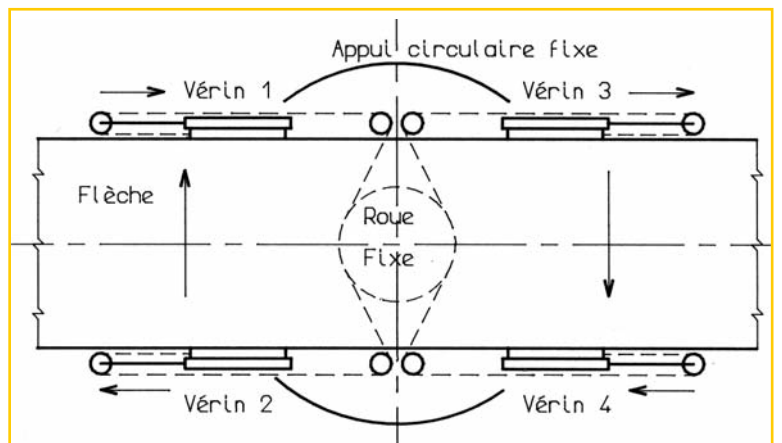

Figure 15
- On oriente la grue de l'angle calculé avec les quatre vérins (Fig. 15).